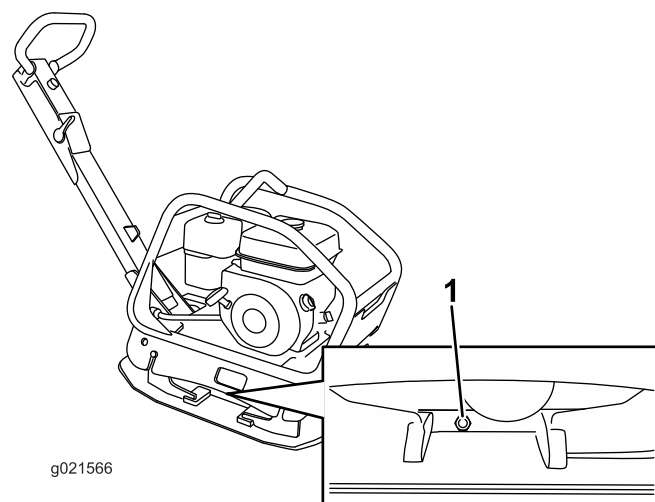

Figura 21
2. Coloque un recipiente debajo del tapón de aceite y retire el tornillo del tapón de aceite situado en el lateral del alojamiento de la excéntrica (Figura 21).
2. Coloque un recipiente de aceite usado debajo del tapón de aceite y retire el tornillo del tapón de aceite (Figura 21). Coloque un recipiente de aceite usado debajo del tapón de aceite.
3. Inclíne la compactadora ligeramente hacia la derecha, y utilice una pistola de succión para retirar el aceite a través del orificio del tapón de aceite (Figura 21).
4. Inclíne la compactadora ligeramente hacia la izquierda, y vierta aceite lentamente en el orificio del tapón de aceite (Figura 21).